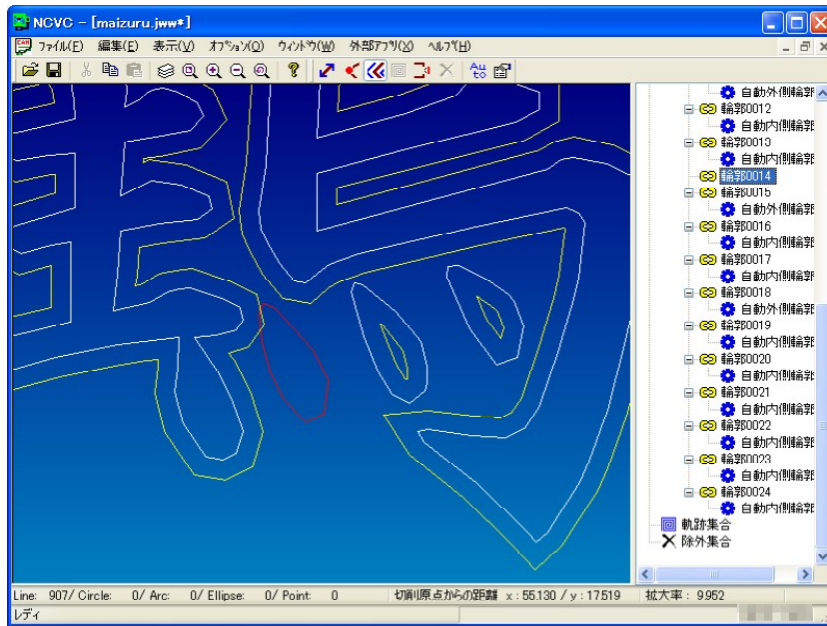

図6 自動で生成された輪郭オブジェクトを削除
2) TABキーを押すと右側のツリーにフォーカスが移動します。図形が選択されていると、その図形集合が反転表示されますので、下矢印キーを押し、輪郭集合が選択された状態でDELキーを押してください。図6のように輪郭オブジェクトが削除されました。